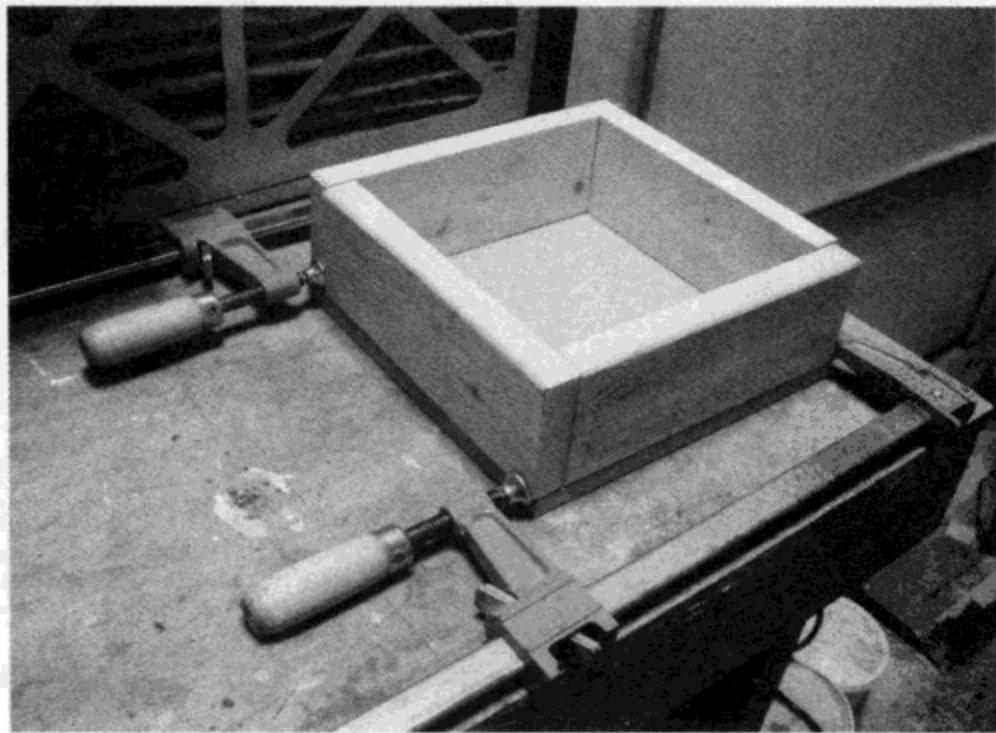

图10.1 胶干之前夹住盒子的边
(1) 用钢锯、环形锯或圆锯, 或请本地的木材店或五金店将木材加工成方形, 用砂纸、锉刀或 Dremel 锉掉带刺的边。
(2) 如图 10.1 所示, 安装 4 个木边, 在配合面上涂上木胶, 在胶干之前, 用夹子夹住两个 L 型组件, 进行固定。此时, 你应当有两个 L 型组件。